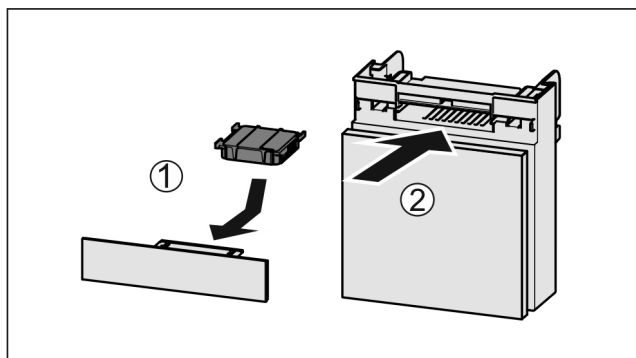

Fig. 167
- ▶ Umetnite filter s aktivnim ugljenom kao što je prikazano na slici Fig. 167 (1).
- ▶ Umetnite pretinac Fig. 167 (2).